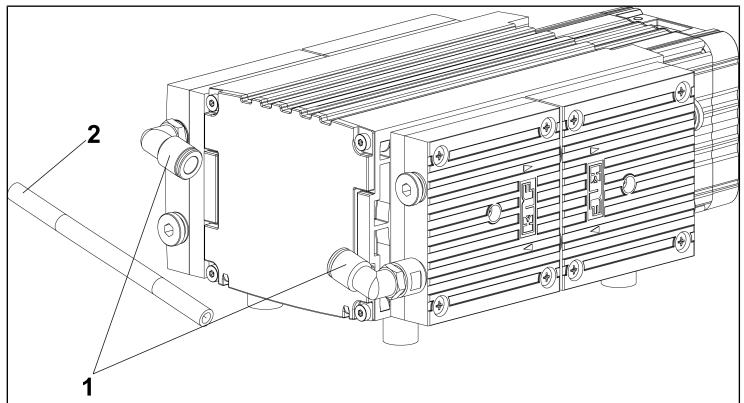

Abb.9: Demontage der Verschaltung
1. Lösen Sie den Verschaltungsschlauch (**2**/Abb. 9) durch Niederdrücken und gedrückt halten des Lösungsringes (**1**/Abb. 9).
2. Ziehen Sie den Verschaltungsschlauch (**2**/Abb. 9) vorsichtig aus der Verschraubung heraus.
1. Stecken Sie den Verschaltungsschlauch (2/Abb. 9) bis zum Anschlag in die Verschraubung.